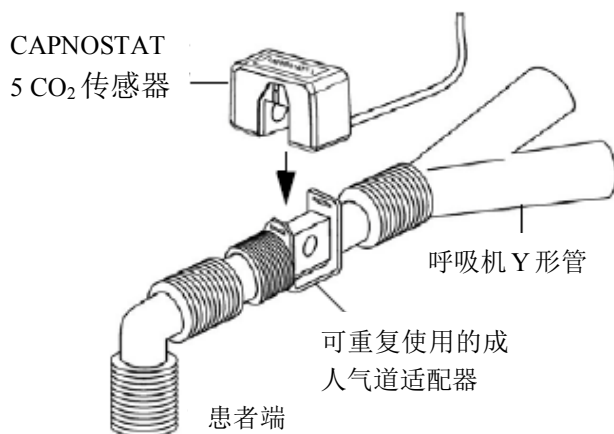

图 2
1. 将 CAPNOSTAT 5 CO₂ 传感器/气道适配器安装在弯头与 Y 型呼吸机回路之间，如图 2。